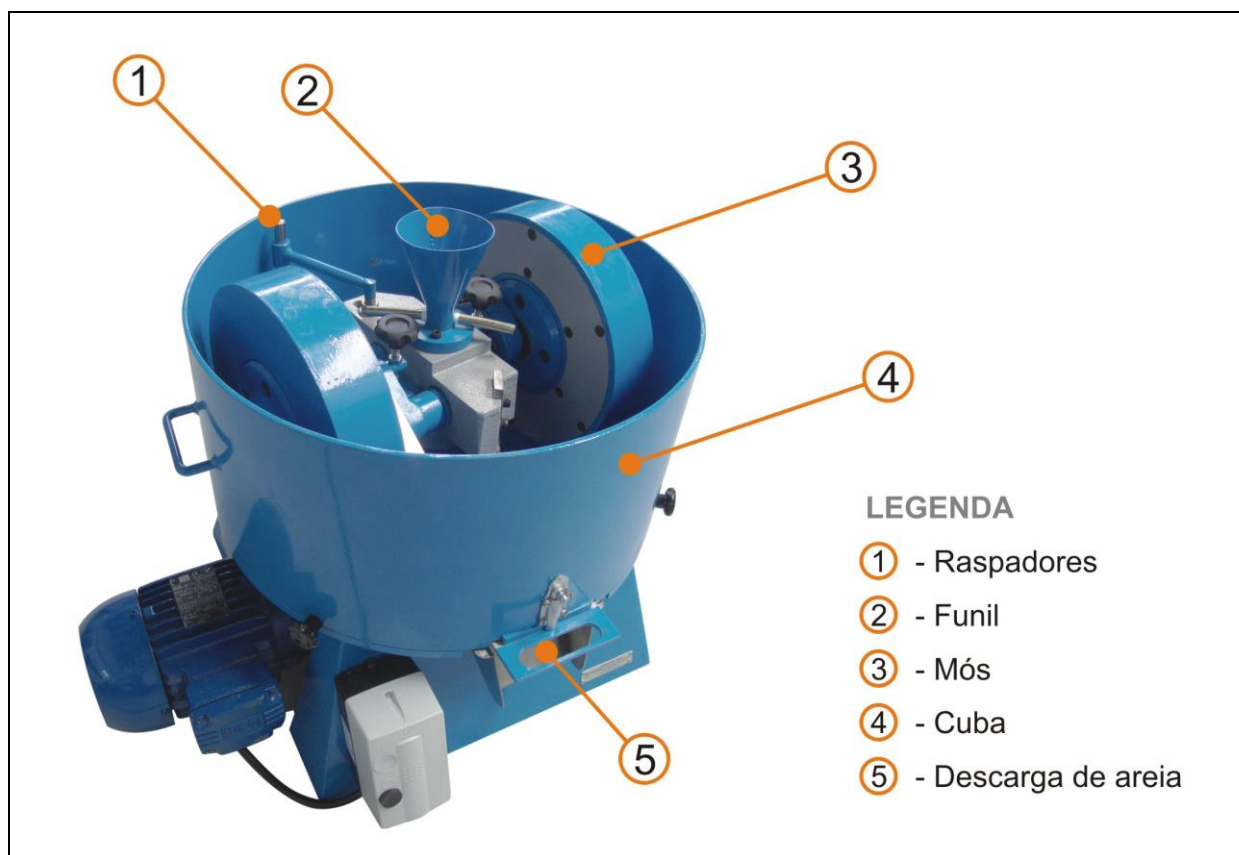

Figura 1 – Foto ilustrativa do misturador de laboratório.
- 6.1.2_ Remover a cuba (item 4 da figura 1) para ter melhor acesso às partes a serem verificadas;
- 6.2_ Verificação do peso do conjunto composto pelas mós e os suportes (Item 3 da figura 1):